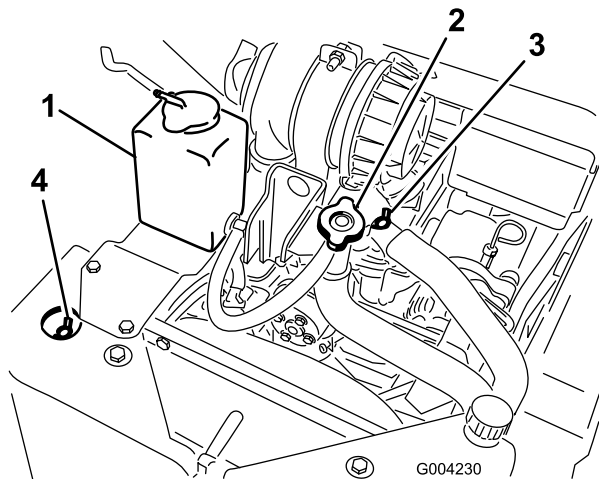

Figure 21
- A. Enlevez le bouchon de remplissage (Figure 21).
- B. Ouvrez les soupapes de purge de liquide de refroidissement avant et supérieure (Figure 21).
- C. Versez du liquide de refroidissement dans le goulot de remplissage jusqu'à ce qu'il commence à sortir par la soupape de purge avant (Figure 21).
- D. Fermez la soupape de purge avant (Figure 21).
- E. Versez du liquide de refroidissement dans le goulot de remplissage jusqu'à ce qu'il commence à sortir par la soupape de purge supérieure (Figure 21).
- F. Fermez la soupape de purge supérieure (Figure 21).
- G. Versez du liquide de refroidissement dans le goulot de remplissage jusqu'à ce qu'il monte dans le goulot (Figure 21).
- H. Remettez le bouchon de remplissage (Figure 21).
- I. Ajoutez du liquide de refroidissement dans le vase d'expansion jusqu'à ce qu'il atteigne le trait du plein sur le côté du vase (Figure 21).